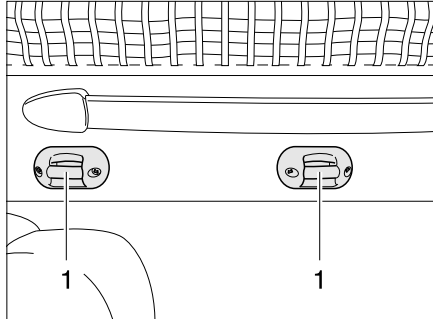

Bild 168 Halterung Aufstiegsleiter
- Die Aufstiegsleiter mit beiden Bügeln in die Krampen (Bild 168,1) am Hubbett einhängen.